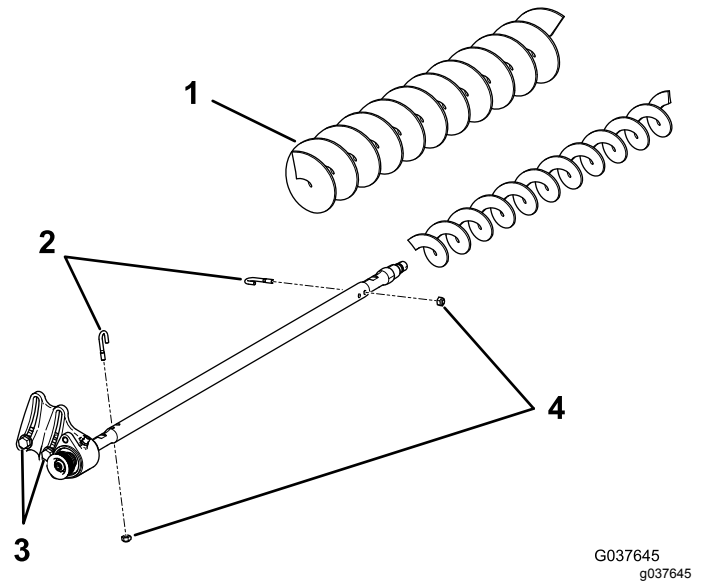

Figura 22
3. Togliete i 2 bulloni a J e i dadi (Figura 22).
4. Fate scorrere la spazzola esistente fino ad estrarla dall'albero (Figura 22).
5. Allentate i 2 bulloni, le rondelle e i dadi che fissano l'alloggiamento del cuscinetto di comando alla staffa di montaggio dell'alloggiamento del cuscinetto (Figura 22).
6. Fate scorrere la spazzola per altezze di taglio alte sull'albero della spazzola (Figura 22).
7. Bloccare la spazzola sull'albero con 2 bulloni J e i dadi precedentemente rimossi (Figura 22).